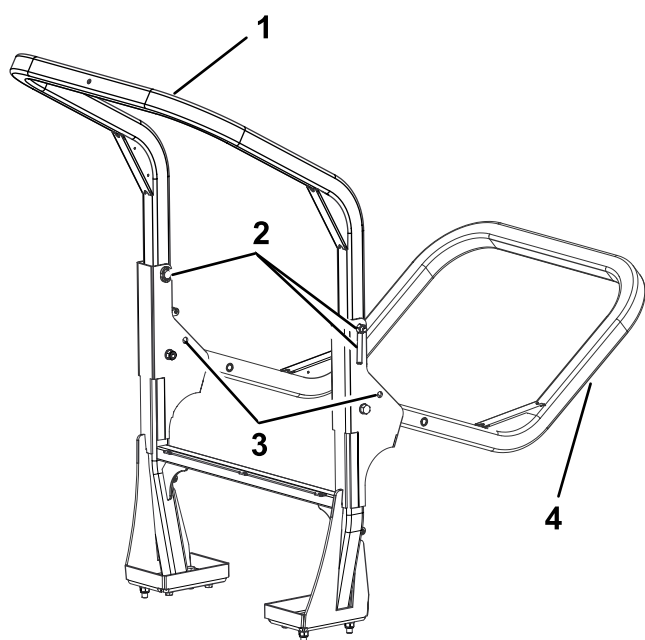

Figure 27
2. Soutenez le poids du cadre supérieur de l'arceau de sécurité pendant que vous enlevez les goupilles de verrouillage et les axes de chape des supports de pivot (Figure 27).